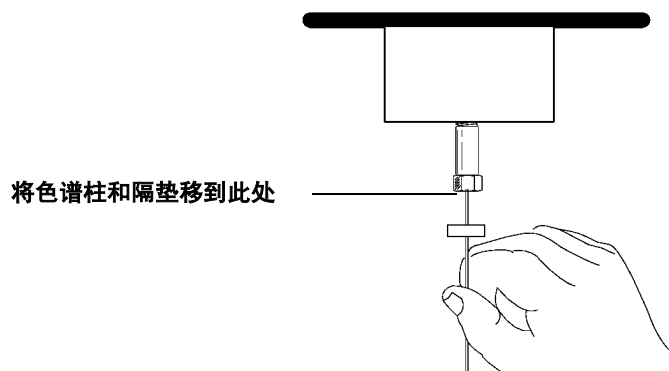

图 32 调节色谱柱位置
- 5 调节色谱柱位置以便柱上的隔垫与柱螺帽的底部持平 (图 32)。